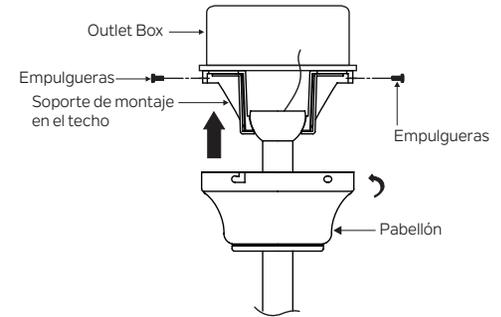

Fig. 13
Paso 2. Deslice el dosel hasta el techo y fije el dosel al soporte de montaje del techo con 4 tornillos en el borde superior del soporte de montaje. Inserte cada tornillo a través del orificio de montaje del dosel y en el soporte de montaje. Apriete todos los tornillos de forma segura. (Fig. 13)